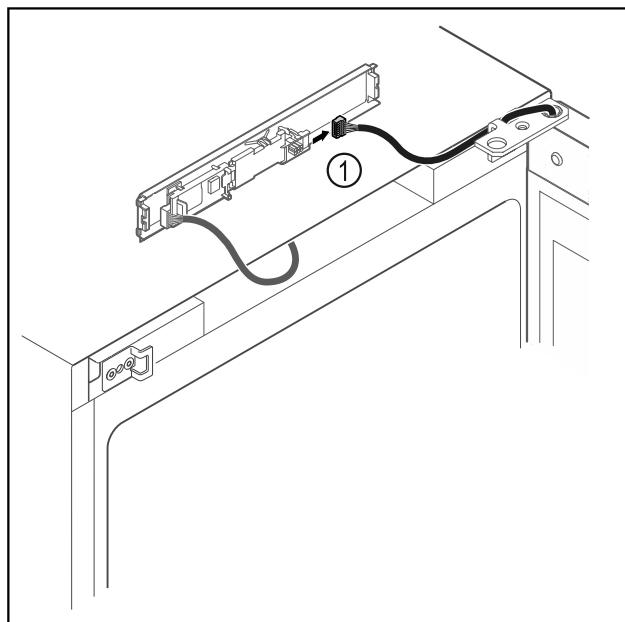

Fig. 16
- Витягнути штекер Fig. 16 (1) з плити.